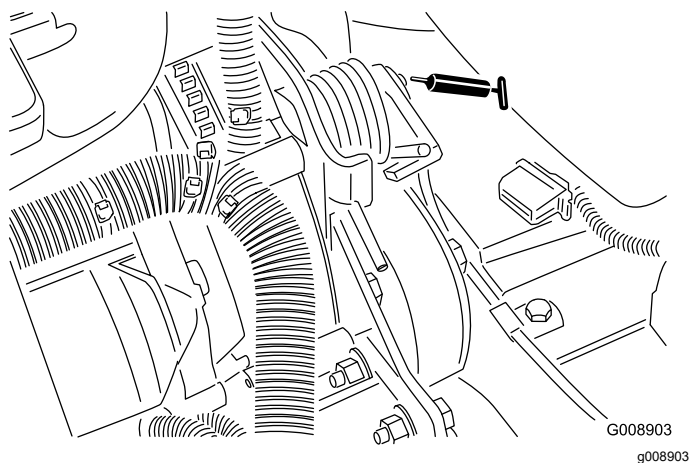

Figura 65
- Pivô de tensão da correia (Figura 65)